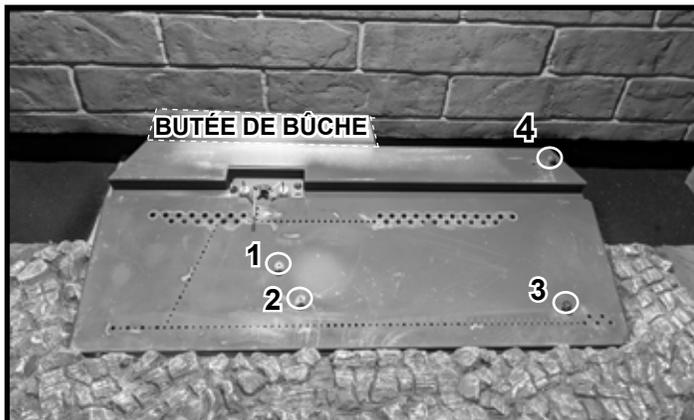
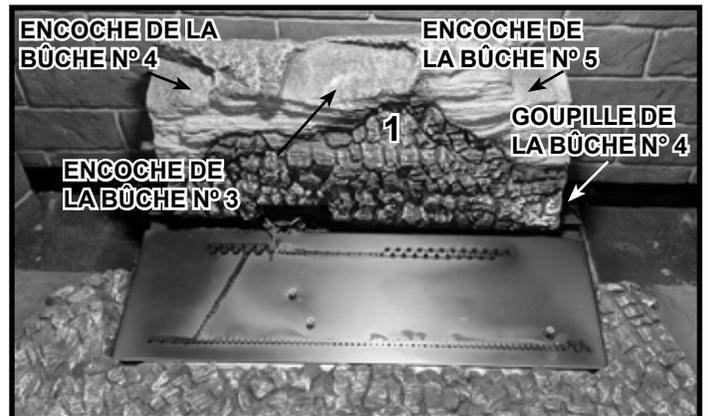

Figure 2 Emplacements des goupilles de la bûche
Figure 3 Position de la bûche n° 1
1. Repérez les quatre goupilles de la bûche et l'emplacement de la butée de la bûche, comme indiqué dans la figure 2.
Bûche n° 1 : Placez la bûche n° 1 comme indiqué dans la figure 3. L'extrémité droite touche la goupille de la bûche 4. Poussez la bûche en arrière jusqu'à ce qu'elle repose contre la butée de bûche illustrée à la figure 2.
Bûche n° 2 : Placez la bûche n° 2 en utilisant les trois goupilles de bûche n° 3 comme indiqué dans les figures 2 et 4.
Bûche n° 3 : Placez l'extrémité supérieure de la bûche n° 3 sur l'encoche située sur la bûche n° 1. Voir les figures 3 et 5. Placez l'extrémité inférieure de la bûche n° 3 comme indiqué dans la figure 5. Le côté brûlé de la bûche n° 2 et le nœud de la bûche n° 3 s'alignent, mais ne se collent pas. Voir les figures 5 et 7.
Bûche n° 4 : Placez l'extrémité supérieure de la bûche n° 4 sur l'encoche située sur la bûche n° 1, comme indiqué dans les figures 3 et 6. Positionnez la partie inférieure de la bûche n° 4 à une distance de 178 mm (sept po) sous la bûche n° 3, comme indiqué à la figure 6.
Bûche n° 5 : Placez l'extrémité supérieure de la bûche n° 5 sur l'encoche située sur la bûche n° 1. Voir les figures 3 et 7. L'extrémité inférieure de la bûche n° 5 repose sur le réfractaire de base, comme indiqué ci-dessus. L'espace entre le côté inférieur droit de la bûche n° 3 et le côté inférieur gauche de la bûche n° 5 doit mesurer 343 mm (13-1/2 po), comme le montre la figure 7.